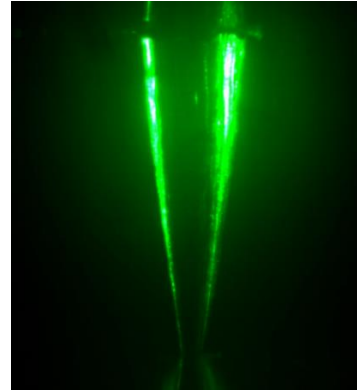

Fig. 3 Osservazione attraverso la testata del microscopio sull'ago di regolazione messo a fuoco.
- Inserire l'ago di regolazione nella piastra superiore del condensatore e mettere a fuoco il microscopio sull'ago (v. Fig. 3). Selezionare l'intensità luminosa adeguata e impostare l'altezza del microscopio di misura mediante il regolatore verticale.